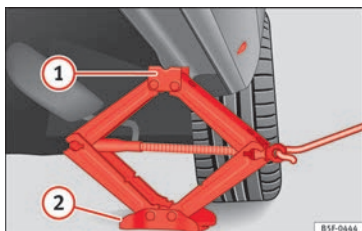

Fig. 76 Longherone: posizionamento del cric del veicolo.
- Ruotare la manovella del cric*, posto sotto il punto di appoggio del longherone, per alzarlo finché la linguetta ① » » » fig. 76 non avrà raggiunto l'alloggiamento previsto.
- Allineare il cric* in modo tale che la linguetta ① "si agganci" nell'apposito alloggiamento del longherone e la piastra di base mobile ② resti appoggiata al suolo. La piastra di base ② deve cadere sul lato verticale rispetto al punto di appoggio ①.